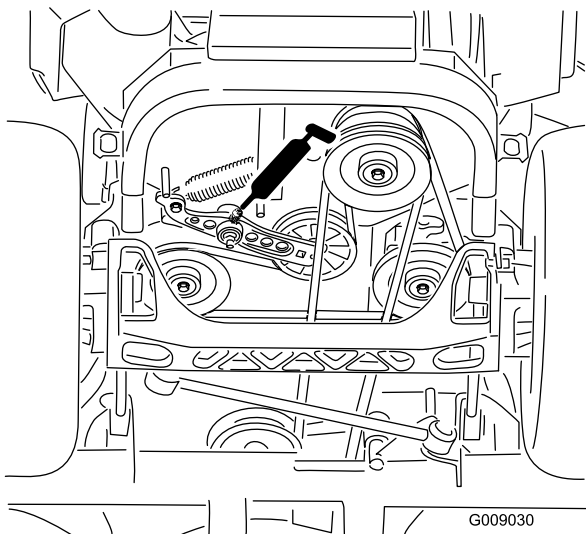

Figura 47
6. Lubrifique o braço intermédio da correia da tomada de força (Figura 47).